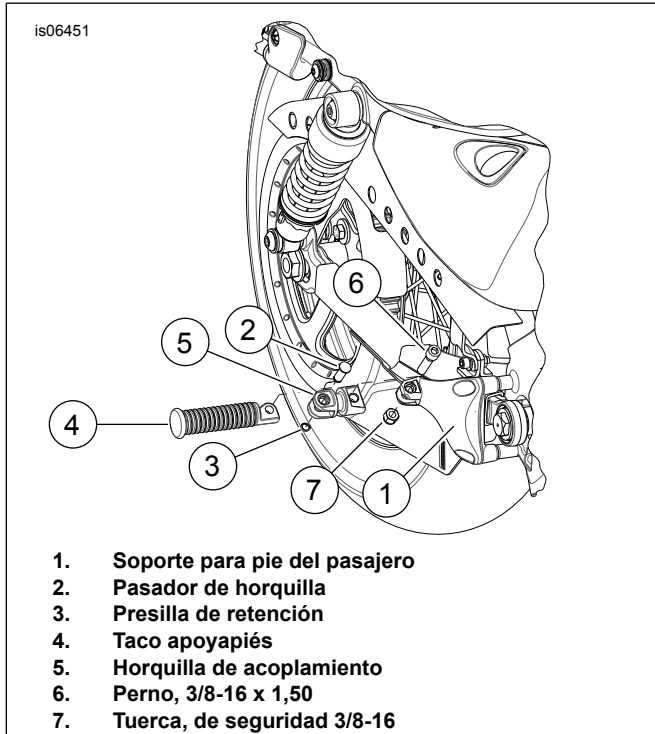

Figura 1. Instalación de la horquilla de acoplamiento
4. Vea Figura 1. Instale la horquilla de acoplamiento (5) en cada soporte de pie del pasajero (1) usando los elementos de sujeción que están en el kit de alforjas (6 y 7). Ajuste la tuerca a 13,6–21,7 N·m (10–16 ft-lbs).
5. Instale el taco apoyapiés del pasajero (4) en la horquilla de acoplamiento (5) de acuerdo con las instrucciones en el kit de soportes para pies del pasajero usando los pasadores (2) y las presillas de retención (3).